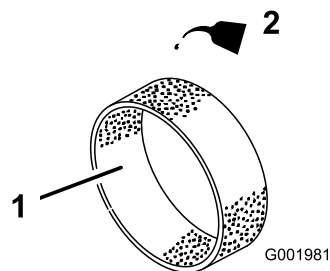

Figura 41
4. Coloque 30 a 59 ml (1 a 2 fl oz) de óleo no elemento (Figura 41).